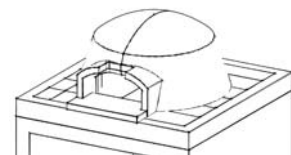

Fig. 5
5. Montare la **volta** a secco e sigillare, solo esternamente, tutte le giunzioni tra gli elementi, utilizzando la malta fornita con il kit (Fig.5).